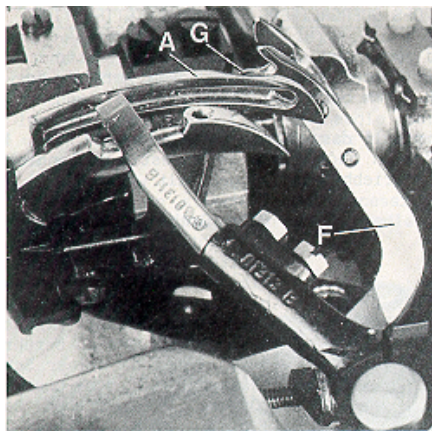

Fig.9
Rotate handwheel in operating direction. On the upward travel of spreader (F, Fig. 9) the tip of its lower prong (G) must pass as close as possible in the recess behind the eye of the lower looper (A) without contacting it.
Drehen Sie das Handrad in Nährichtung. Bei der Bewegung des Blindgreifers (F, Fig. 9) nach oben muß die Spitze seines unteren Zinkens (G) so dicht wie möglich in der Aussparung hinter dem Ohr des Untergreifers (A) vorbeigehen, ohne diesen zu berühren.